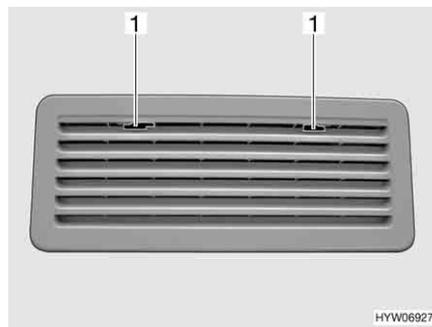

Fig. 169 Rejilla de ventilación del frigorífico (Thetford)
- Deslizar el bloqueo (Fig. 169,1) hacia el centro.